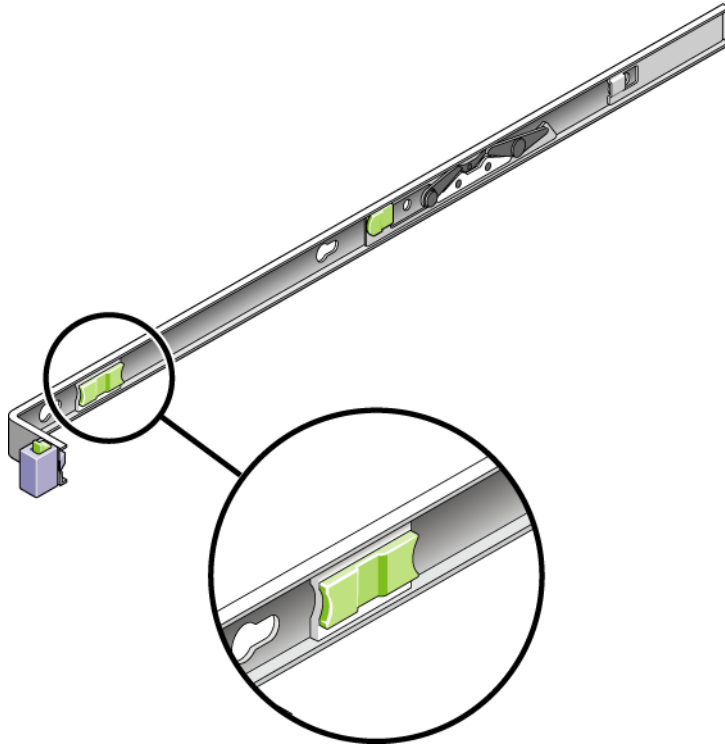

ABBILDUNG 2-15 Schienenentriegelung
- 6. Lösen Sie gleichzeitig beide Schienenentriegelungen (ABBILDUNG 2-15) und drücken Sie den Server vollständig in das Rack.**